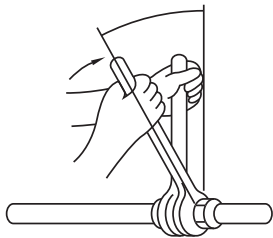

Fig. 5-8
- Sätt på ett tunt lager köldmedelsolja på rörets anslutningsyta. (Fig. 5-8)